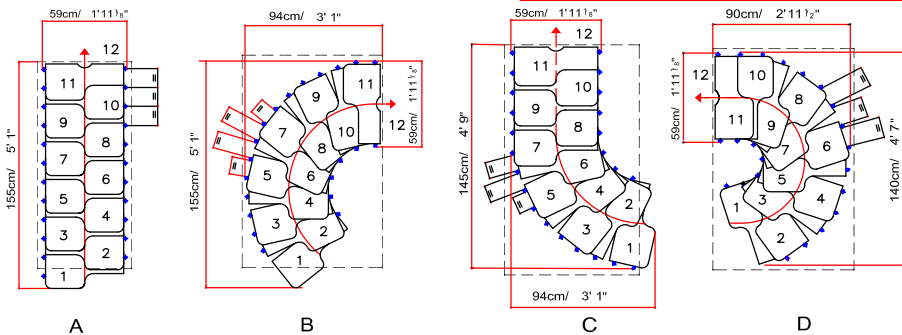

FIG. 5
- a. Realizar un trazo con un lápiz, en el punto de unión de dos soportes, dos líneas verticales con una distancia de 9 mm (23/64") (para girar 13°, configuración B o C) (fig. 5) o 13 mm (33/64") (para girar 18°, configuración D) (fig. 6).